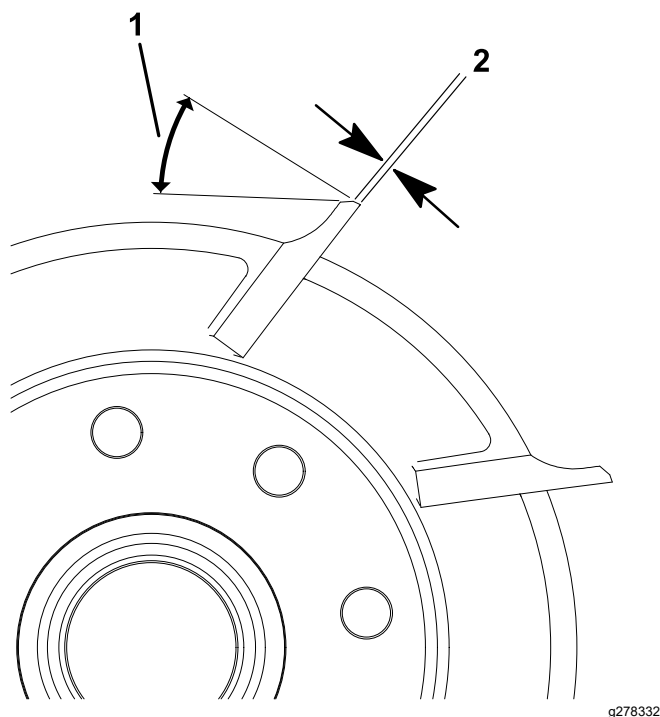

図 23
1. ランド幅が0.8 mmになるまで、すべてのリールブレードに30°のリリーフグラインドを適用する。(図 23。